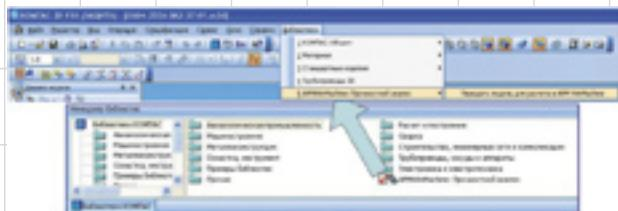

Рис. 1
- из КОМПАС-3D, используя стандартный метод подключения библиотек (рис. 1);